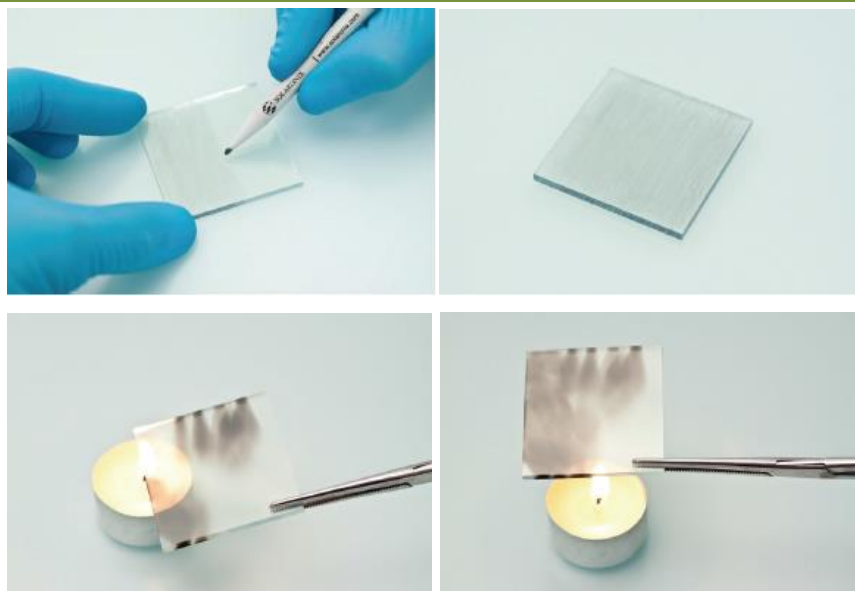

Figura 6. Deposição do catalisador de carbono com lápis de grafite (método alternativo: vela de cera).
- Enquanto decorre a etapa de coloração do eléctrodo B, prepara-se o catalisador de carbono. Para tal, com a ajuda do lápis de grafite, pinta-se a face condutora do eléctrodo A de forma a obter uma superfície uniforme como mostra a Figura 6. Em alternativa poderá usar-se uma vela para depositar uma fina camada de carbono na superfície condutora.